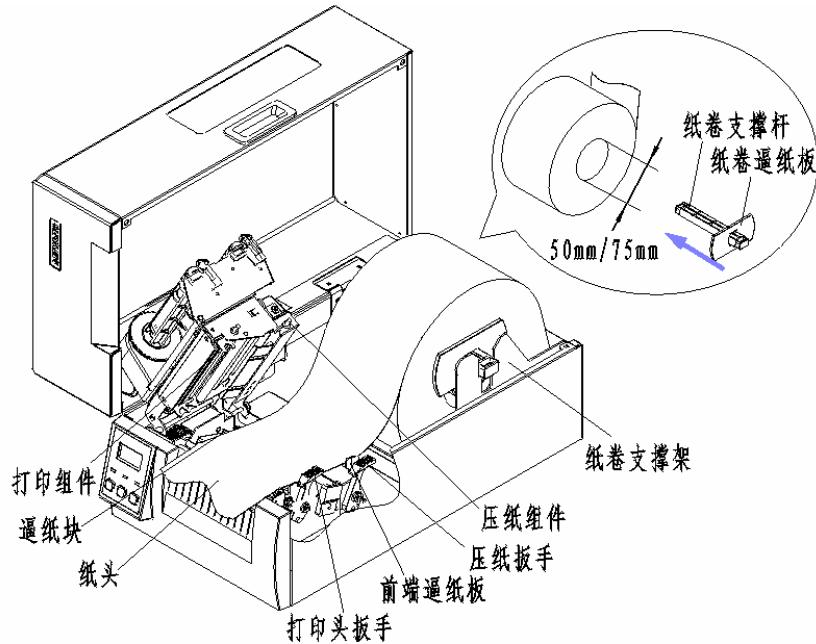

图5.5-2
- 3) 将纸卷支撑杆放在纸卷支撑架上，使纸卷靠近左支撑架端面后调整纸卷逼纸板，使纸卷距离逼纸板间距不超过1mm（见图5.5-2）；